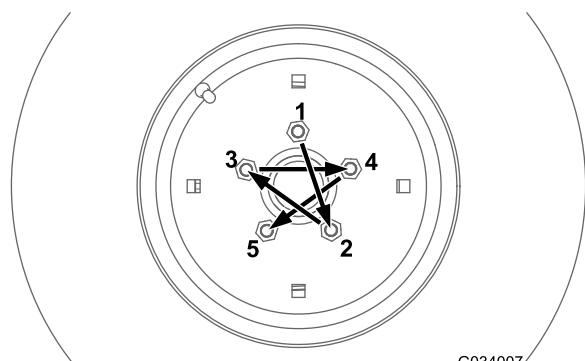

図 64
前後の車輪のホイールナット後輪は 4WD モデルのみを 図 64 に示すクロスパターンで規定トルクまで締め付けてください。図 65
- 前輪図 64 を参照。